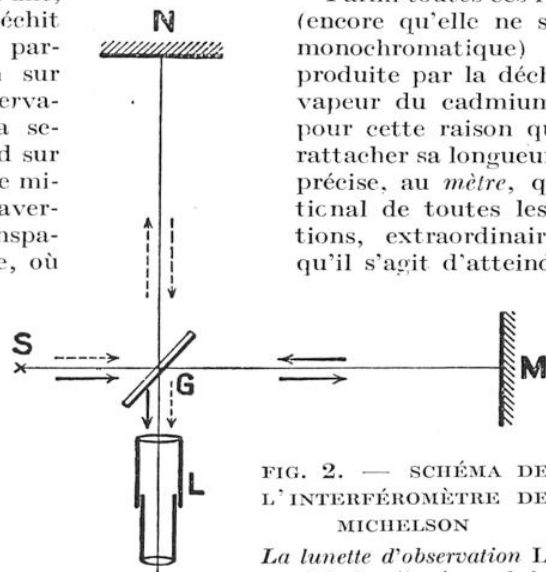
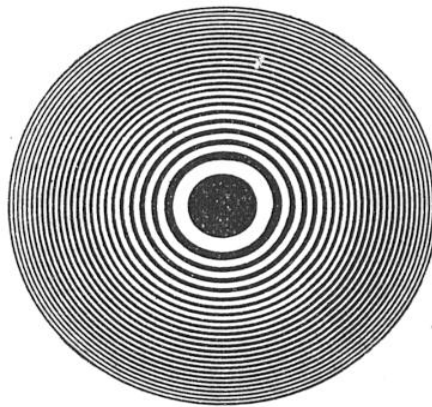

FIG. 2. — SCHÉMA DE L'INTERFÉROMÈTRE DE MICHELSON
FIG. 3. — ANNEAUX D'INTERFÉRENCE CONCENTRIQUES DONNÉS PAR L'INTERFÉROMÈTRE DE MICHELSON
La figure 2 en fait comprendre le principe : une glace semi-transparente *G* partage le pinceau lumineux issu d'une source *S* en deux parties, dont l'une, traversant *G*, se réfléchit sur un miroir *M* et parvient, après réflexion sur *G*, à la lunette d'observation *L*, tandis que la seconde, réfléchie d'abord sur *G*, puis renvoyée par le miroir *N*, pénètre, en traversant la glace semi-transparente, dans la lunette, où elle se superpose au premier rayon. Si les deux chemins parcourus sont inégaux, les vibrations interférentes donnent, dans le champ de la lunette, des anneaux concentriques, que représente la figure 3 ; on en peut observer ainsi *plusieurs centaines de mille*.
La lunette d'observation *L* reçoit la lumière issue de la source *S* de deux manières différentes : d'une part, après réflexion sur la glace semi-transparente *G* et sur le miroir *N* ; d'autre part, après réflexion sur le miroir *M* et la glace *G*. La superposition de ces deux rayons lumineux permet d'observer dans la lunette des anneaux concentriques d'interférence (voir fig. 3).
*L'aspect des anneaux change avec la nature de la lumière émise par la source lumineuse S (voir fig. 2). Leur nombre est également variable et peut atteindre plusieurs centaines de mille.*
Pour vérifier cette conclusion, faisons pénétrer, avec Michelson, le rayon lumineux dans l'interféromètre de la figure 2, dont la direction *GM* coïncide avec celle du mouvement terrestre ; le rayon qui se propage, aller et retour, suivant